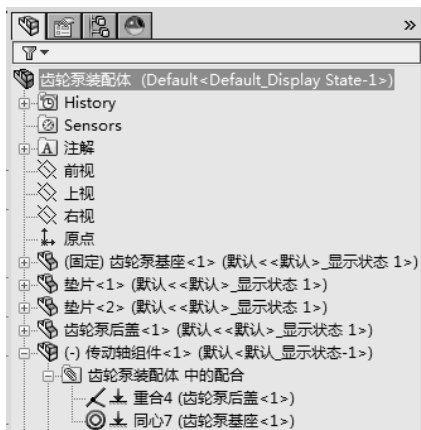

图 10-20 添加传动轴组件配合关系
- [4] 单击【确定】按钮以关闭操控板，添加传动轴组件配合关系，如图 10-20